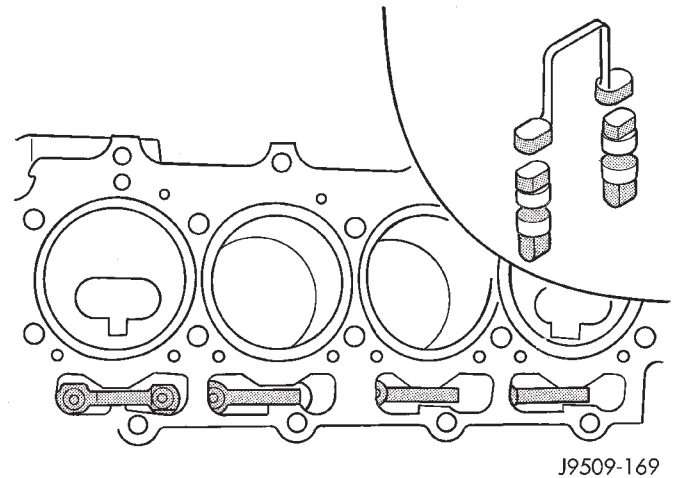

Fig. 37 Tucho e Retentor
(4) Remova o suporte da linha do A/C fixado à tampa do cabeçote do cilindro e afaste as linhas do cabeçote do cilindro.
(5) Remova a tampa do cabeçote do cilindro. Consulte "Remoção e Instalação da Tampa do Cabeçote do Cilindro" nesta seção, para obter os procedimentos.
(6) Remova os conjuntos do balancim e os tuchos. Consulte "Remoção e Instalação do Braço do Balancim e do Tucho" nesta seção, para obter o procedimento. Identifique os tuchos para garantir a instalação no local original.
(7) Remova o cabeçote do cilindro, coletor de admissão e o coletor de escapamento. Consulte "Remoção e Instalação do Cabeçote do Cilindro", nesta seção.
(8) Remova os retentores do tucho (Fig. 37).
(9) Deslize a Ferramenta Removedor/Instalador de Tucho Hidráulico pela abertura no bloco e assente a ferramenta firmemente no cabeçote do tucho.
(10) Retire o tucho do orifício com um movimento de torção. Se todos os tuchos forem removidos, identifique-os para garantir a instalação no local original.